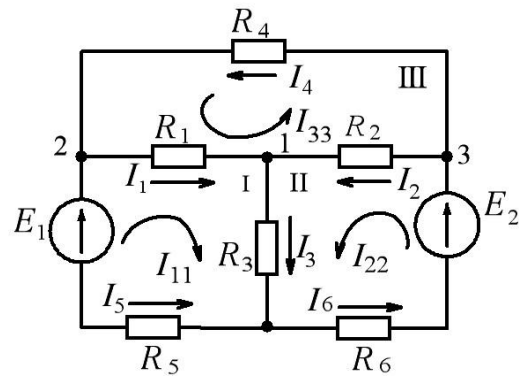

Рис. 1.2.
1. Вводя понятие «контурный ток», произвольно задаем направление этих токов $-I_{11}, I_{22}, I_{33}$ (рис. 1.2).
2. Составляем для каждого **независимого** контура уравнение **только по второму закону Кирхгофа** для выбранных контуров. Напомним, что независимый контур – это такой контур, в который входит хотя бы одна новая ветвь (например, на рис.1.2 – контуры I, II и III).
Рассчитать сложную цепь постоянного тока по схеме, изображенной на рис. 1.2.